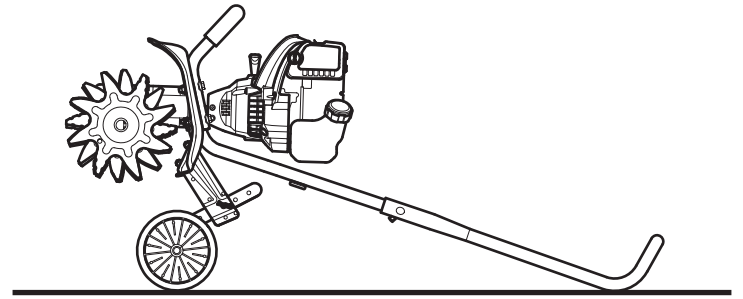

Fig. 14
2. Coloque la unidad en una superficie plana y nivelada. Incline la unidad hacia atrás de manera que la barra de control toque el suelo y el motor quede en posición horizontal (Fig. 14).
2. **Ubique la unidad sobre una superficie plana y nivelada.** Inclíne la unidad hacia atrás de manera que la barra de control toque el suelo y el motor quede en posición horizontal (Fig. 14).